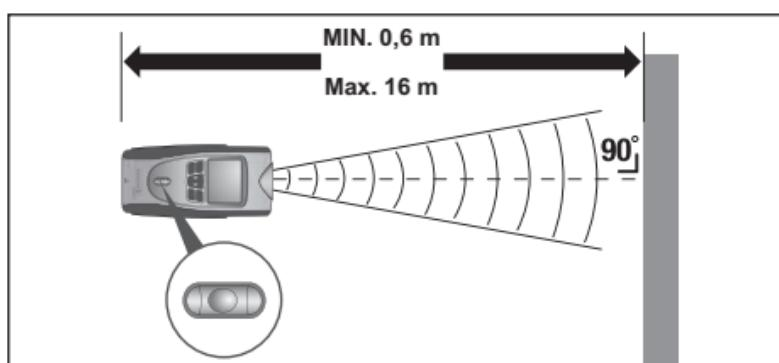
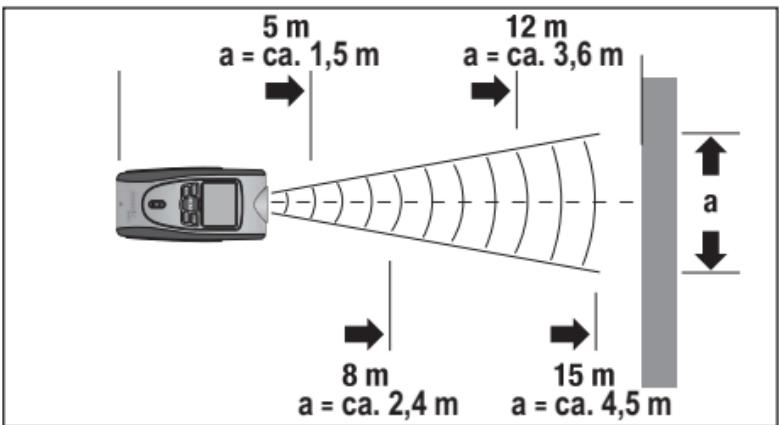

Fig. 1
Fig. 2
1. Allumez l'appareil en appuyant sur la touche ON/OFF ⑩.
2. Appuyez le cas échéant plusieurs fois sur la touche MODE ⑨, jusqu'à ce que l'affichage L^{M} (mesure de distance) apparaisse sur l'écran.
3. Pour passer entre les unités de mesure métriques (mètre M) et anglo saxonnes (Feet'/Inch''), appuyez sur la touche FT/M ④.
4. Tenez l'appareil à l'horizontale devant le mur dont vous voulez mesurer la distance par rapport à vous. L'émetteur/le récepteur d'ultrasons ② doit être orienté à angle droit vers le mur. Pour ce faire, utilisez le niveau à bulle ⑧ :
La bulle dans le niveau à bulle ⑧ doit se situer entre les marques (voir Fig.1, page suivante).
5. Appuyez brièvement sur la touche READ ⑪. Un point laser est projeté et un signal acoustique retentit. Maintenez l'appareil en position, jusqu'à ce que la distance mesurée s'affiche sur l'écran ⑫.
Plus vous êtes éloigné du mur, plus grande sera la surface (a) que le télémètre mesure à l'aide des ultrasons (Fig. 2). Veillez par conséquent à ce que le télémètre se trouve toujours sur une surface plane et soit orienté à angle droit (Fig. 1 et 3). Veillez à ce qu'il n'y ait aucun objet dans la plage de mesure.